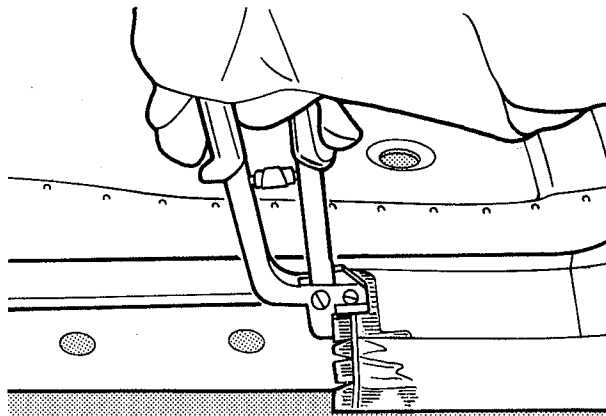

fig. 113
2. Fazer abas nas extremidades cortadas do painel da soleira, com uma ferramenta de fazer rebaixos (fig. 113)